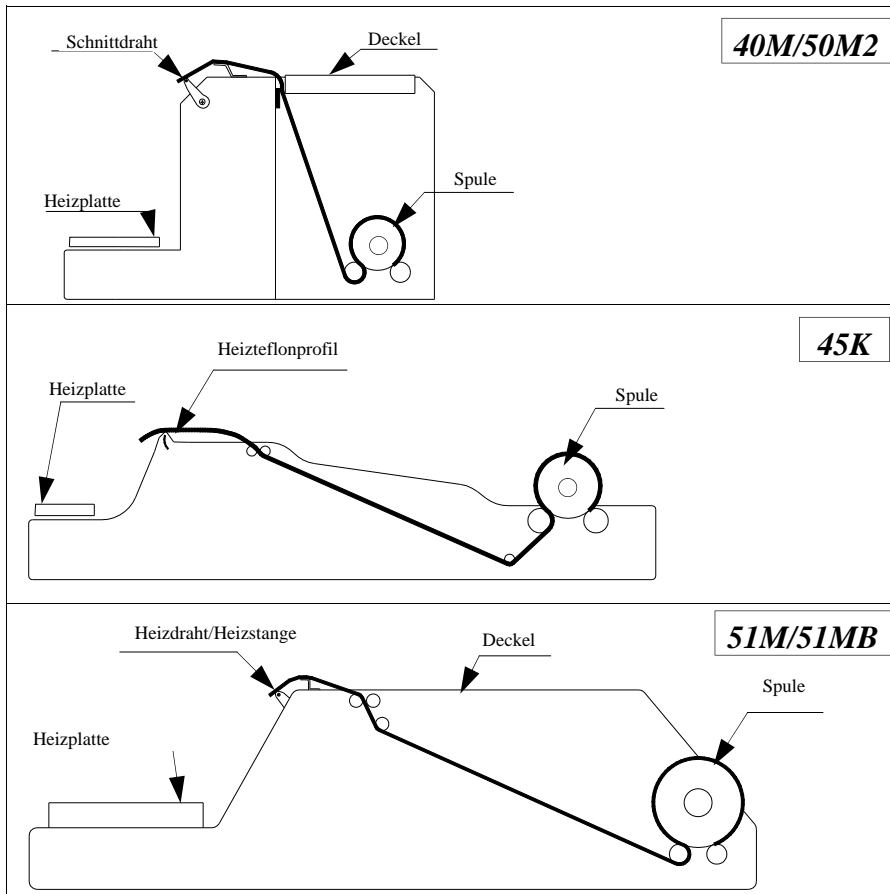

ABB. Nr. 9 - Einlegen des Vitafilms
3. Die Vitafilmspule zwischen die Walzen einlegen (*siehe ABB. Nr. 9*);